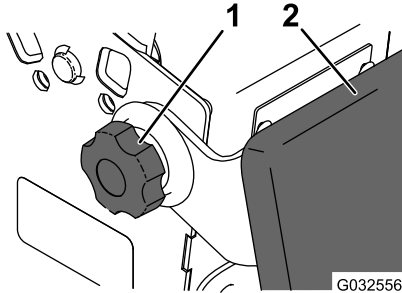

Figura 16
2. Afloje las perillas de giro de cada lado de la máquina (Figura 16).